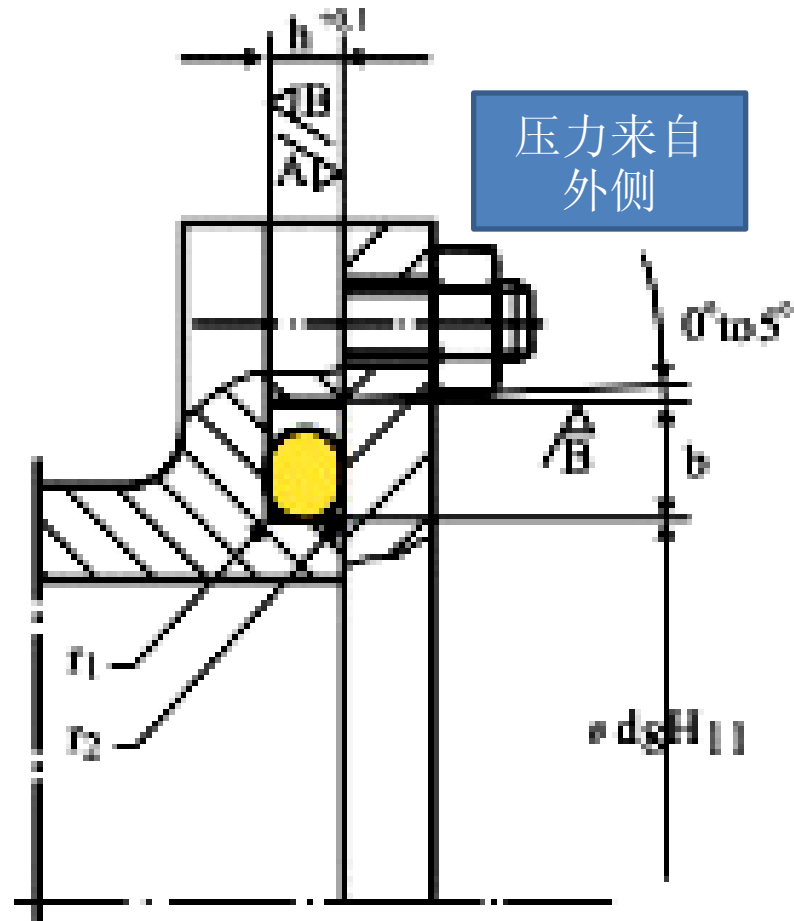

图2端面静密封（压力来自外侧）
- 若压力来自外侧，则O形圈的内径应该与沟槽的内径接触，最大允许拉伸3%，如下图2